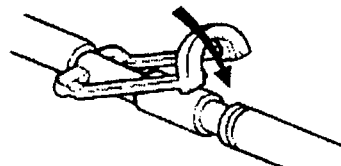
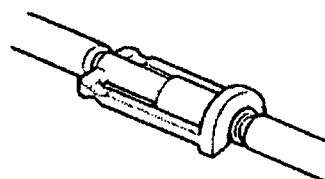

Figura 5: Encaje la conexión
Figura 6: Fije
4. Encaje la conexión en su lugar (figura 5 y figura 6).